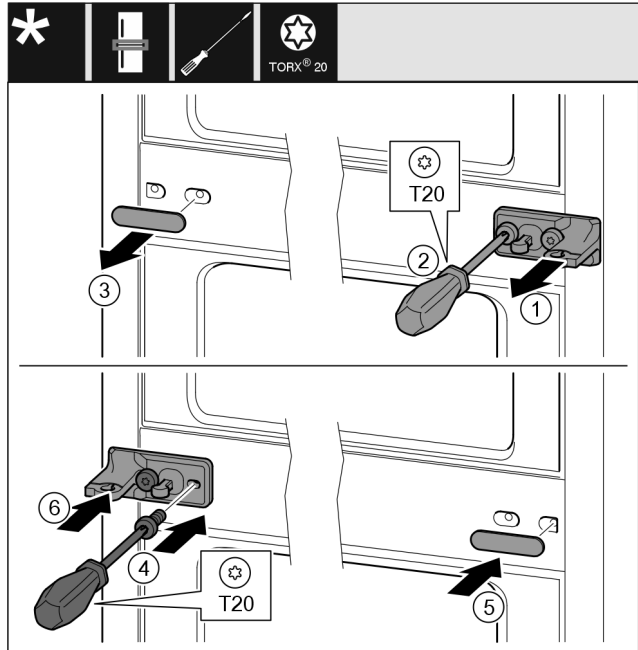

Fig. 11
- ▶ Stiahnite podložku. Fig. 11 (1)
- ▶ Skrutkovačom T20 vyskrutkujte skrutky. Fig. 11 (2)
- ▶ Opatrne stiahnite kryt. Fig. 11 (3)
- ▶ Ložiskovú konzolu s fóliou priskrutkujte otočenú o 180° na druhú stranu. Fig. 11 (4)
- ▶ Kryt pripevnite otočený o 180° na druhú stranu. Fig. 11 (5)
- ▶ Podložku nasuňte spredu. Fig. 11 (6)